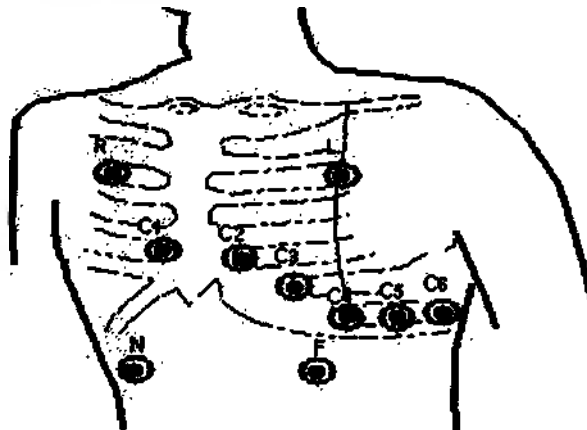

Рис. 4-22 Наложение электродов
(2) Расположение электродов на поверхности тела пациента. Если на используемых электродах нет проводящей пасты, нанесите проводящую пасту, прежде чем наложить электроды
(3) Наложите электроды и подсоедините кабели в соответствии с Рис. 4-22;
(4) Подтвердите включение источника прибора для мониторинга.
При совпадении трех кабелей отведения в соответствии с Рис. 4-22, в качестве отводящих электродов можно использовать R, L, F.